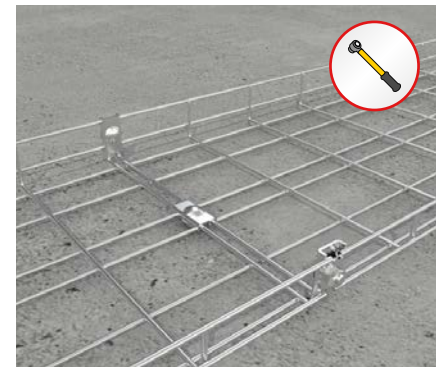

Abb. 3: Kabelverletzungsgefahr
- In dem Bereich, in dem Kabel und Leitungen verlegt werden, sind Gewindeenden zu vermeiden (siehe Abb. 3). Kabelverletzungsgefahr!